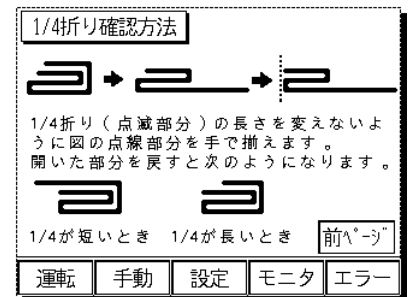
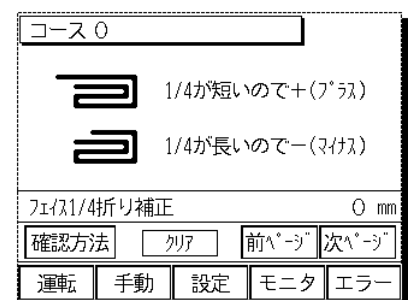

図7-12
図7-13
- ・ 各折り補正画面(図7-13,14)の「確認方法」を押すと1/4折り確認法画面(図7-12)に切り替わります。
- ① 折りたたまれ落下したままの状態ですタオルを取りだし、一番上の部分を開きます。
- ② 1/4折り部の長さを変えないように点線部分を揃えてください。(図7-12)
- ③ 開いた部分(一番上)を戻すと右図下段(図7-12)のように1/4が短いか、長いかが確認できます。
2) フェイス1/4折り補正(図7-13)